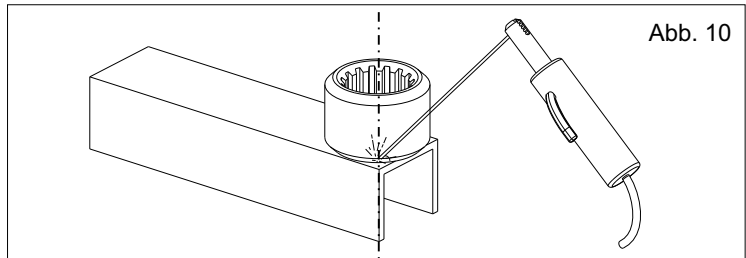

Abb. 10
**3.3.** Die Buchse senkrecht zur Rotationsachse sorgfältig an das Profil schweißen (Abb.10). Es dürfen keine Schweißschlacken auf den Antrieb kommen, den Antrieb schützen oder entfernt von ihm schweißen.